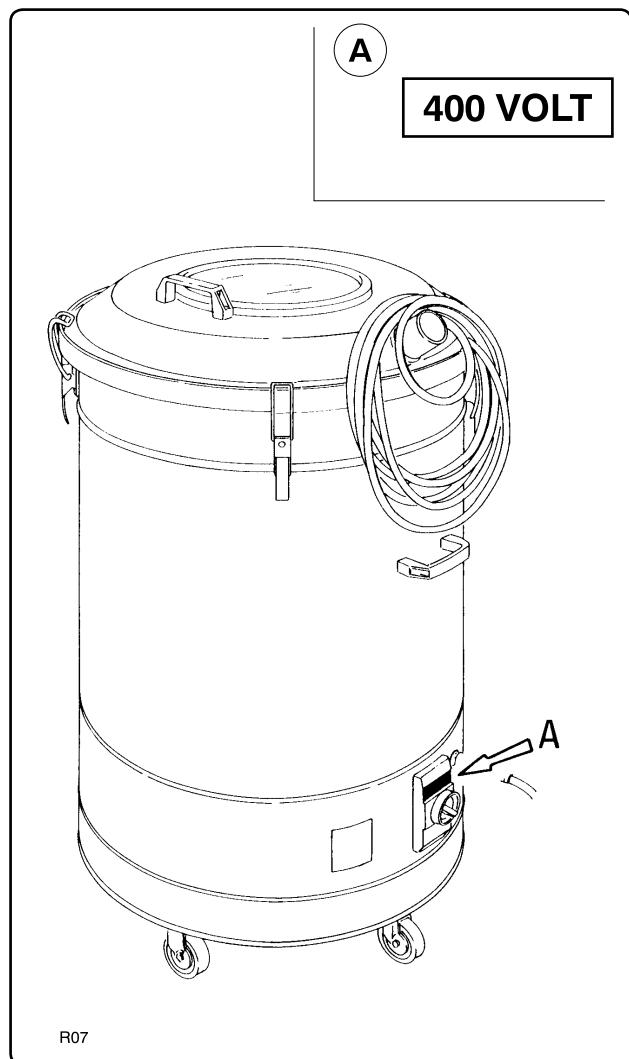

Fig. 3.2.1
3.2 - Advarselsskilte (fig. 3.2.1)